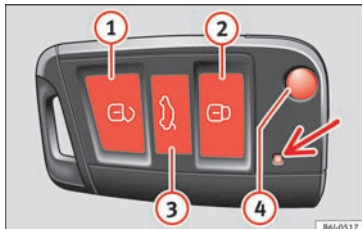

Fig. 131 Knapper på nøglen med fjernbetjening
Nøglekammen i nøglen med fjernbetjening udløses ved at trykke på knappen ④ » **Fig. 131**.
Oplåsning af bilen ① » **Fig. 131** ①
Låsning af bilen ② » **Fig. 131** ②
Oplåsning af bagklappen. Hold knappen ③ » **Fig. 131** ③ inde, indtil alle blinklygter på bilen blinker et kort øjeblik. Når du har trykket på oplåsningsknappen ③, kan du åbne bagklappen inden for 2 min. Når denne periode er gået, bliver bagklappen låst igen.
Desuden blinker nøglens batterikontrollampe » **Fig. 131** (pil).
- Tryk på knappen  **2** » Fig. 131 på nøglen med fjernbetjening.
- Tryk på knappen  **1** » Fig. 131 på nøglen med fjernbetjening.